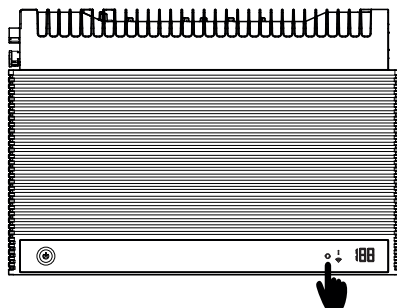

Fig. 19
- ▶ È possibile visualizzare le diverse schermate relative allo stato del sistema premendo il tasto funzione (↗Fig. 19).
| Pulsante funzione [↱Fig. 19] | Premere per 2 secondi | Schermo spento | Illuminazione dello schermo |